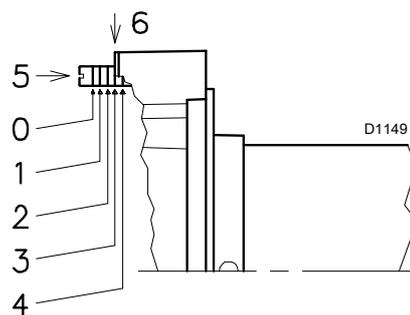
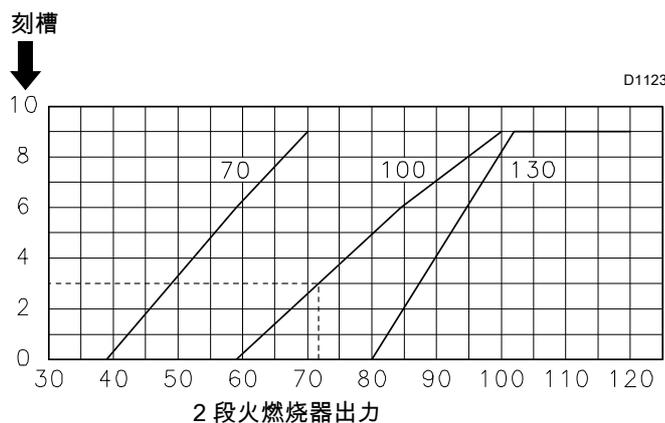

图 18
图 19
- ▶ 转动螺丝 5) (图 18), 直到图 (图 19) 中所示的刻槽与法兰 6) (图 18) 前部对齐。
- ▶ 图 (图 19) 显示, 燃烧器在此出力时, 燃烧头应根据刻槽 3 进行调节, 如图 18 所示。